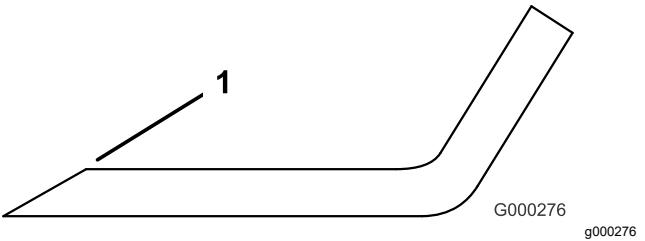

Рисунок 77
3. Проверьте режущие кромки всех ножей и заточите их, если они затупились или имеют зазубрины (Рисунок 77).
**Примечание:** Чтобы ножи всегда оставались острыми, затачивайте только верхнюю сторону режущей кромки и сохраняйте первоначальный угол заточки (Рисунок 77). Балансировка ножа не нарушается, если с обеих режущих кромок удаляется одинаковое количество материала.